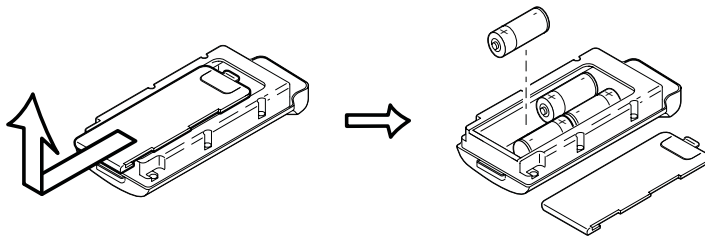

Figura 2-16. Retirar la Tapa e Insertar las Baterías AA
(Figura 2-16 en la página 2-18):
2. Inserte cuatro baterías AA tal como se observa en la parte interior del compartimiento (y en la Figura 2-16 en la página 2-18 más adelante).